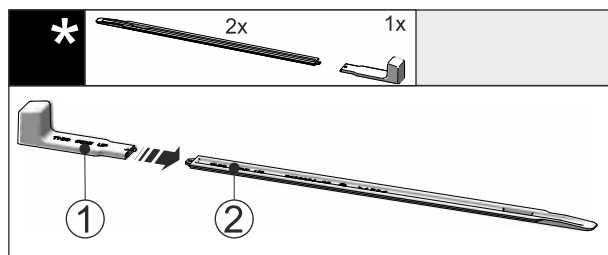

Fig. 53
- Montagegriff Fig. 53 (1) an die Nivellierschiene Fig. 53 (2) stecken.